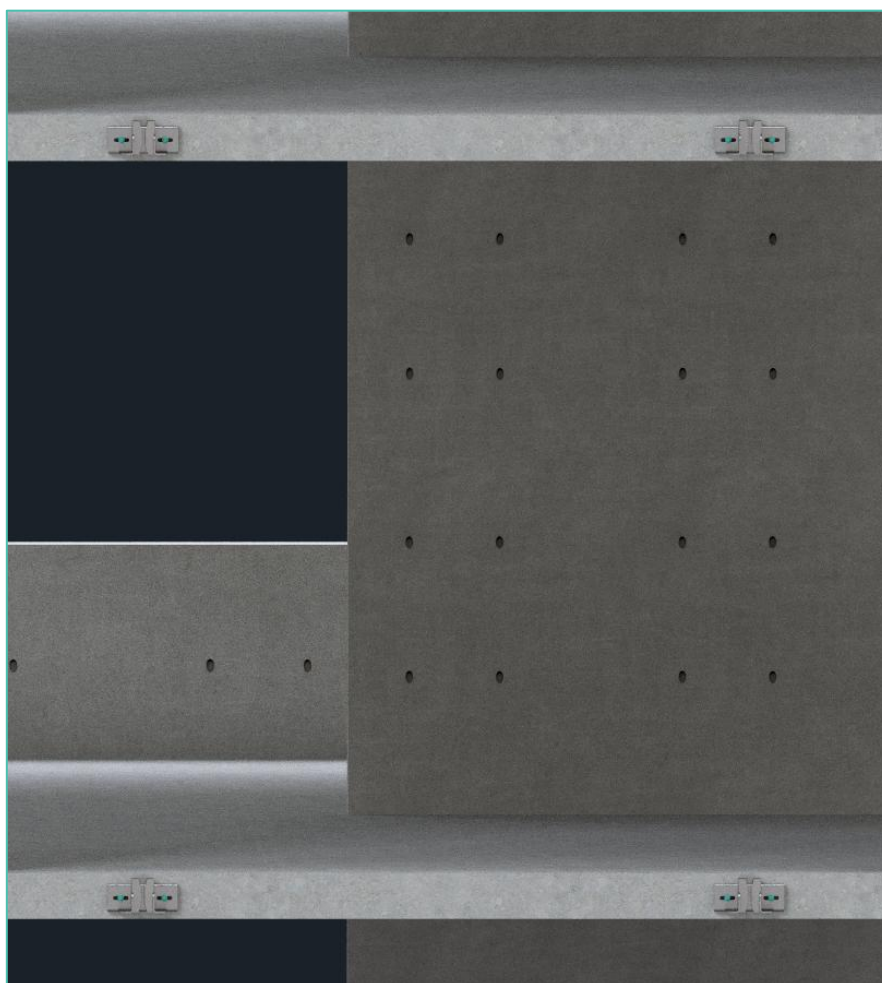

Fig. 5
Para la instalación y posterior elevación del STR, siempre, serán precisos 3 STR_anc (fig.5), en una misma línea de elevación. Se debe iniciar con 2 de ellos, para la colocación del STR.pos.1, mientras que el tercero es indispensable para la elevación posterior.